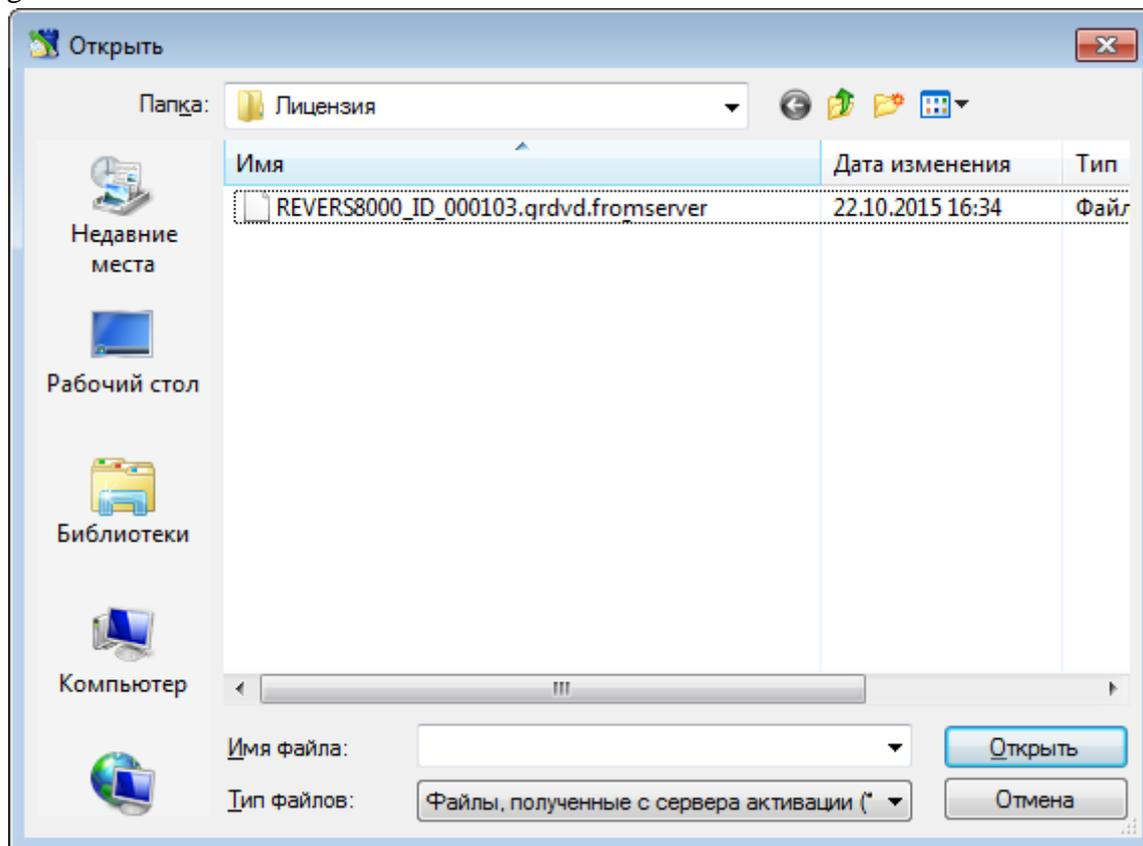

Рис. 10
- В окне приветствия нажать кнопку "Указать файл лицензии". В открывшемся диалоге ОС Windows (Рис. 10) необходимо установить в поле "Тип файлов" значение "Файлы, полученные с сервера активации", после чего выбрать файл с расширением "grdvd.fromserver".